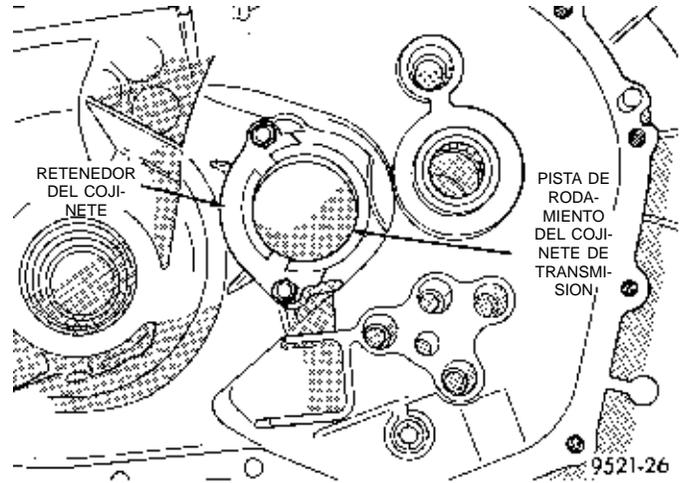

Fig. 124 Fleje del cojinete de transmisión
- (2) Retire los tornillos de la brida de retención del cojinete transmisor (Fig. 124).